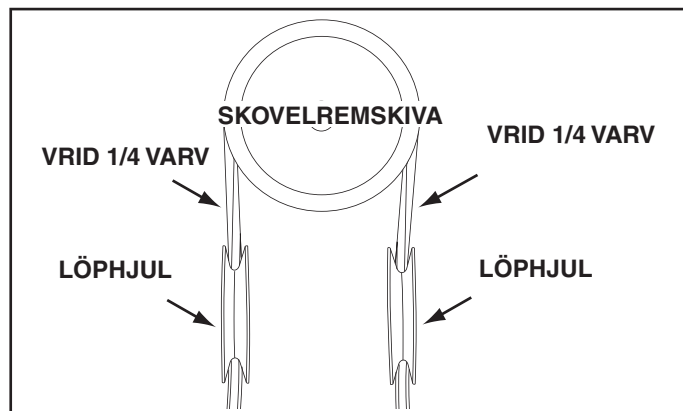

BILD 55
STEG 56: (SE BILD 55)
- Montera den nya remmen över den stora skovelremskivan och under de två löphjulen på sidorna. Vrid kilremmen 1/4 varv så att kilen går ner i spåren på alla kilremskivorna. Se bild 55 på sidan 23.